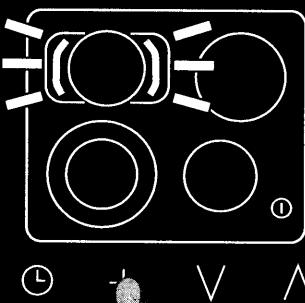

Fig. 5
- ... trycker du lätt på symbolen +. I timerns displayfält blinkar då P3. I displayfältet för värmezon 2 (längst bak till vänster) blinkar symbolen för anpassningen 1 (fig. 5). Genom att trycka lätt på värmezonen i displayfältet kan du nu välja samma inställningar för anpassning som för värmezon 1. Du sparar värdena på samma sätt som ovan.